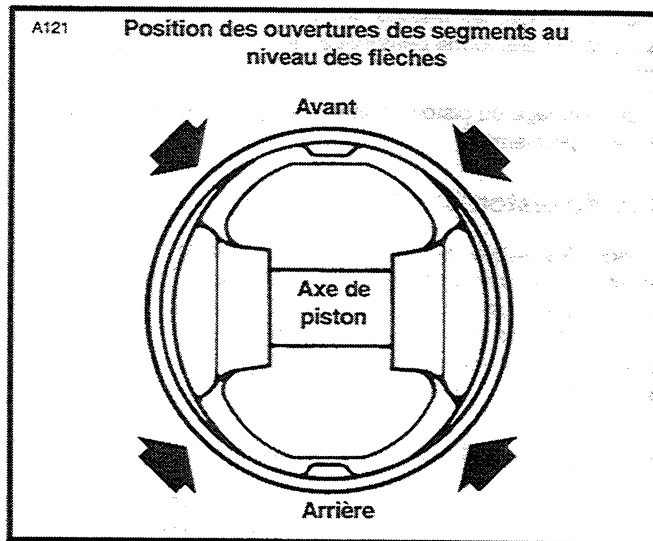

Figure 3-33. Position des ouvertures des segments
Voir Figure 3-33. Installez les segments de manière à ce que les ouvertures de segments adjacents soient au moins à 90° de part et d'autre. Les ouvertures des segments doivent être au delà de 10° de l'axe de la ligne centrale.
- Voir Figure 3-33. Vérifiez que les ouvertures des segments soient correctement mis en place comme indiqué sur la photo.